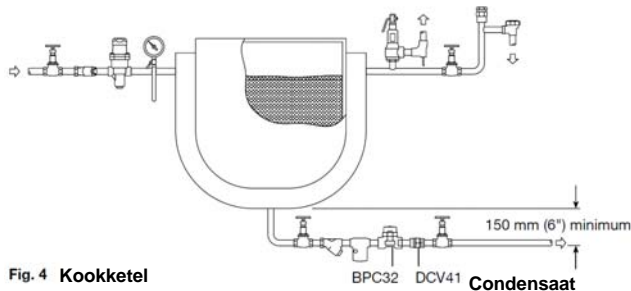

Fig. 4 Kookketel
- 3.4. Monteer de condenspot, met de doorstroming in de zin van de pijl op het huis, in een verticale of horizontale leiding. Voorzie een net voor de condenspot een valleiding van 150 mm (zie fig. 4). Opmerking: zonder valleiding, kan, bij lage belastingen, stoom over het condensaat stromen, de condenspot bereiken en een stoomstop veroorzaken.
- 3.5. Monteer steeds een terugslagklep na een condenspot die afblaast in een condensaatleiding met tegendruk. Meestal wordt die tegendruk veroorzaakt door een stijgende condensaatleiding. De terugslagklep voorkomt dat de stoomruimte volstroomt wanneer de inlaatdruk wordt gereduceerd of afgesloten. Een terugslagklep Spirax-Sarco, type DCV41 is hiervoor uiterst geschikt (zie fig. 4).